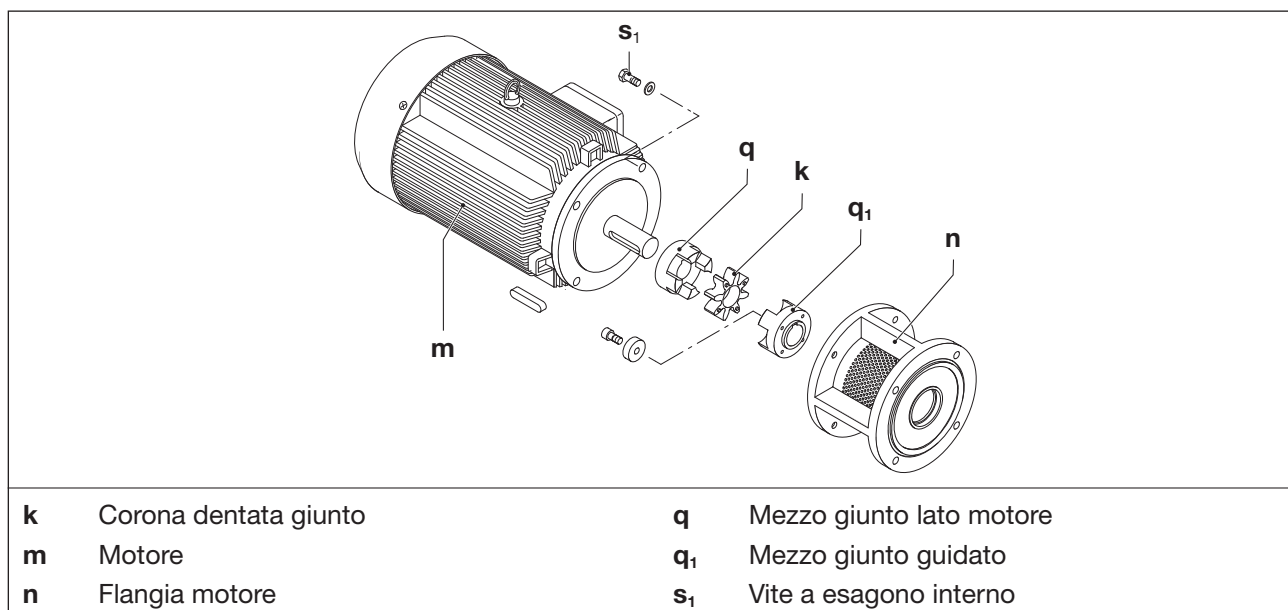
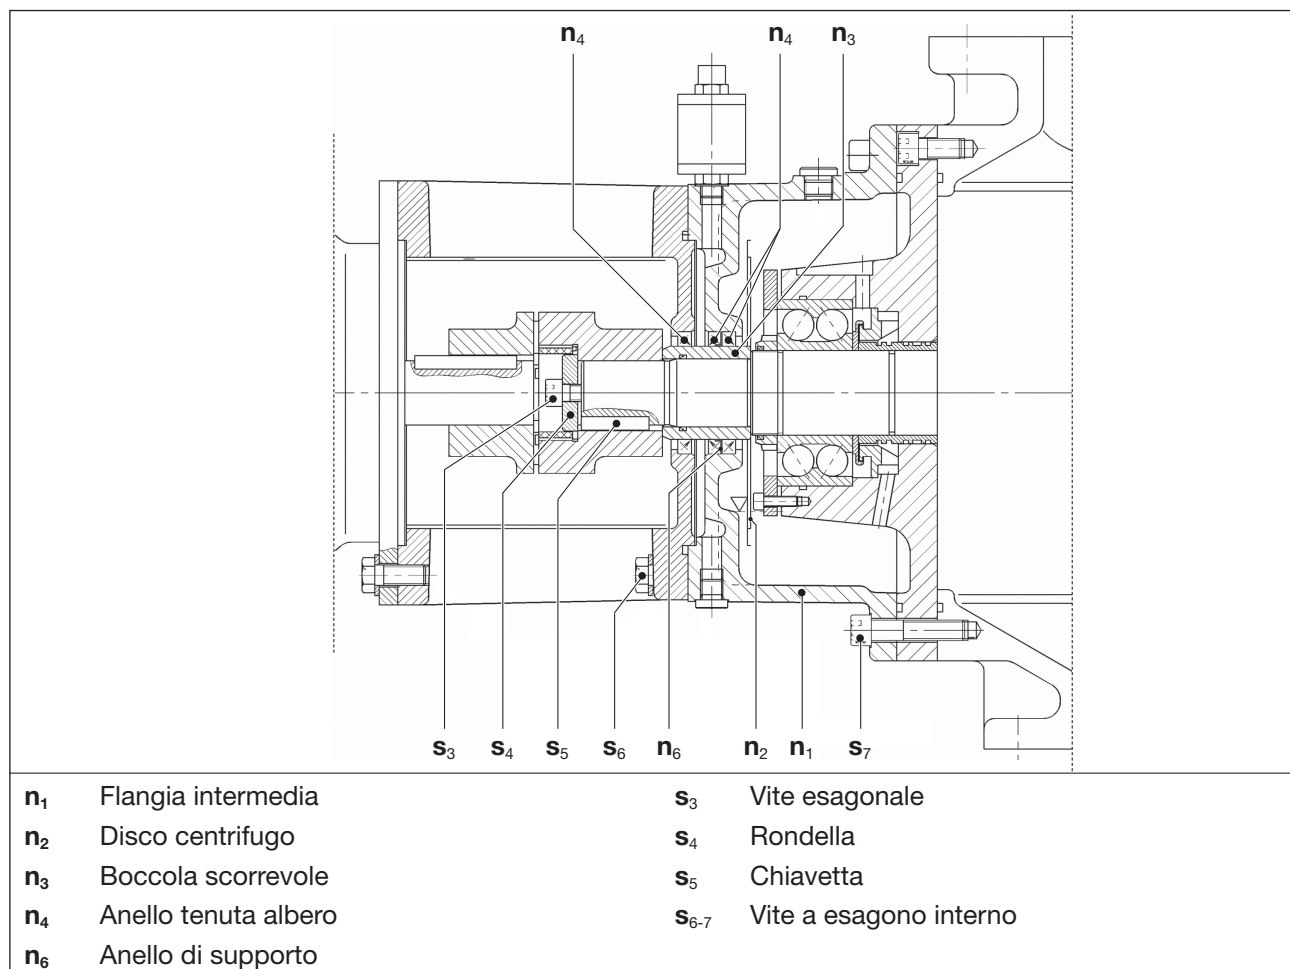

Fig. 10 Giunto VWP 2500
Fig. 12 Anelli di tenuta albero e boccola scorrevole VWP 2500
La corona dentata del giunto (Fig. 10/k) è soggetta a usura e deve essere controllata regolarmente (almeno 1 x anno).
- b) Fissare il dispositivo di sollevamento al motore (Fig. 10/m) (per esempio con imbragature a cappio o cinghie di sollevamento).
- c) Allentare le viti (Fig. 10/s₁) del motore (Fig. 10/m).
- d) Rimuovere il motore e la metà del giunto lato motore (Fig. 10/q) dalla flangia (Fig. 10/n) in senso assiale e sollevarlo con sollevatore.
- e) Controllare che la corona dentata (Fig. 10/k) non sia danneggiata e non sia usurata e, se necessario, sostituirla.
- f) Far scorrere la corona dentata e il motore con la metà del giunto lato motore in senso assiale e fissarla alla flangia del motore (Fig. 10/s₁) con le viti (Fig. 10/n). Coppia: M12 = 80 Nm
- c) Allentare le viti a esagono interno (Fig. 10/s₁) del motore (Fig. 10/m).
- e) Allentare la vite svasata (Fig. 12/s₂) e rimuoverla con la rondella (Fig. 12/s₃).
- f) Estrarre la metà del giunto guidato (Fig. 10/q₁) dal pistone rotante con un estrattore adatto.
- h) Allentare le viti ad esagono interno (Fig. 12/s₆) e rimuovere la flangia del motore (Fig. 10/n).
- j) Rimuovere le viti ad esagono interno (Fig. 12/s₇).
- k) Avvitare due viti nei due fori filettati (Fig. 3/a₆) e premere la flangia intermedia (Fig. 12/n₁).
- l) Rimuovere la boccola di scorrimento (Fig. 12/n₃) dal pistone rotante.
- m) Applicare a spinta la nuova boccola di scorrimento (Fig. 12/n₃) e l'O-ring. Fare attenzione a non danneggiare l'O-ring.
- n) Estrarre gli anelli di tenuta dell'albero (Fig. 12/n₄) e l'anello di supporto (Fig. 12/n₆) dalla flangia del motore e dalla flangia intermedia con un punteruolo.
- o) Montare i nuovi anelli di tenuta dell'albero (Fig. 12/n₄) e un nuovo anello di supporto (Fig. 12/n₆). Assicurarsi che la posizione di installazione sia corretta.
- p) Rimontare la flangia intermedia (Fig. 12/n₁) e fissarla con le viti ad esagono interno (Fig. 12/s₇).
- q) Applicare la flangia del motore (Fig. 10/n) e fissarla con le viti (Fig. 12/s₆).
- s) Inserire la chiavetta (Fig. 12/s₅).
- t) Spingere la metà del giunto (Fig. 10/q₁) sul pistone rotante e fissarlo con la rondella (Fig. 12/s₄) e la vite svasata (Fig. 12/s₃).
- u) Far scorrere il motore con la metà del giunto lato motore in senso assiale e fissarlo alla flangia del motore (Fig. 10/n) con le viti (Fig. 10/s₁).